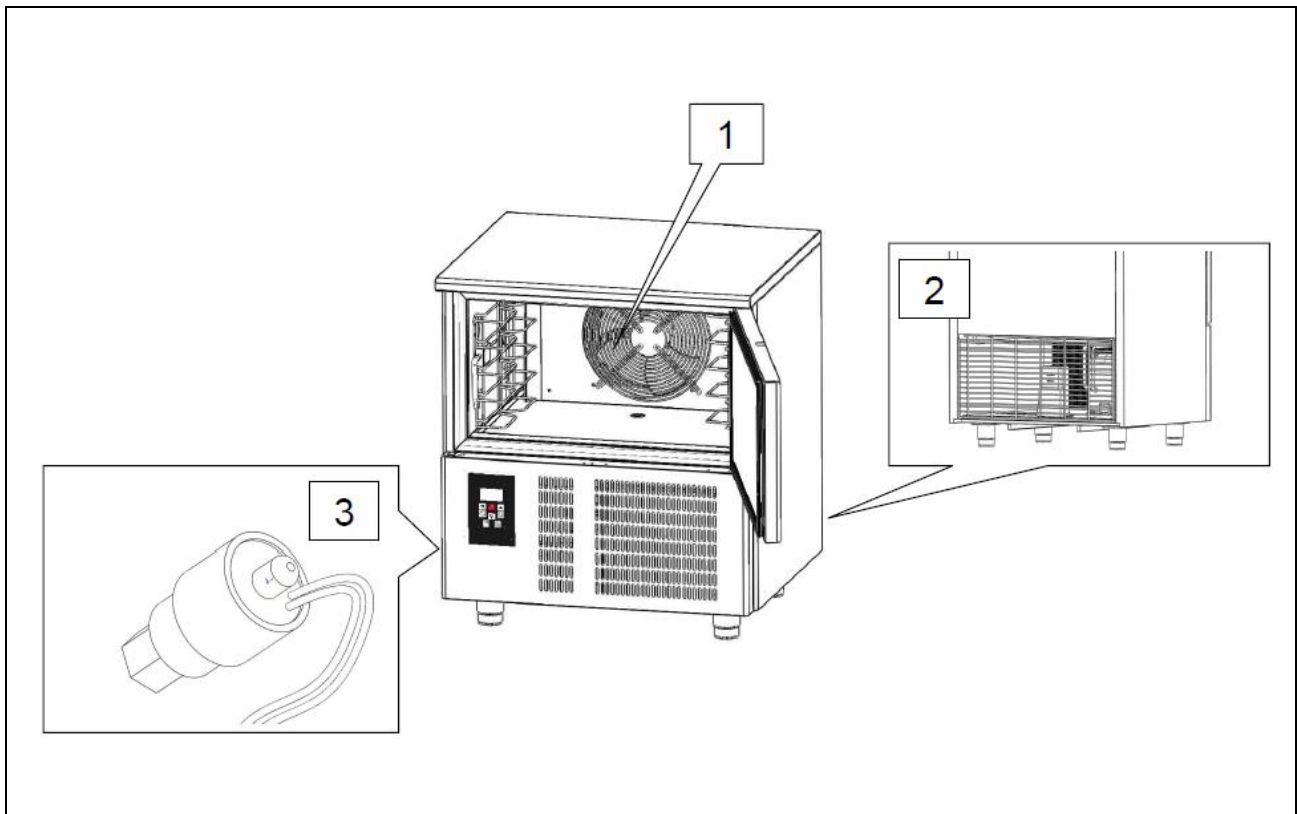

Abb. 5
- Gitter und Abdeckungen von Kühlventilatoren (Ref. 1 Abb. 5);
- Abdeckungsgitter der Kondensatoreinheit (Ref. 2 Abb. 5).
- Sensor (Ref. 3 Abb. 5) auf dem Kühlkreislauf, der ggf. Übertemperaturen in der Anlage anzeigt und die Maschine in den Standby-Modus bringt.